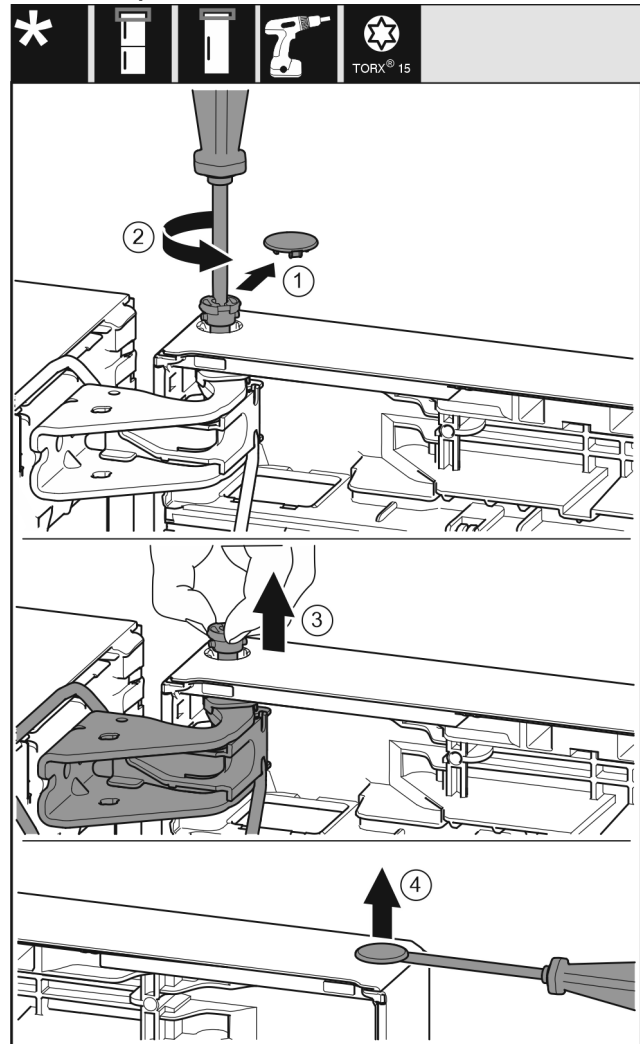

Fig. 22
- ▶ Desprindeți cu precauție apărătoarea siguranței. Fig. 22 (1)
- ▶ Extrageți puțin bolțul prin rotire cu șurubelnița T15. Fig. 22 (2)
- ▶ Țineți ferm ușa și extrageți bolțul cu degetele. Fig. 22 (3)
- ▶ Ridicați cu precauție dopul din cuzinetul ușii cu o șurubelniță plată și extrageți-l. Fig. 22 (4)